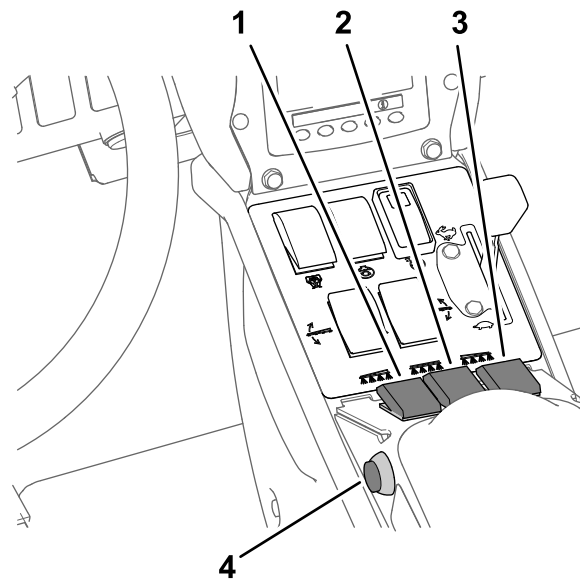

Figure 41
- Placez le(s) interrupteur(s) de section en position ACTIVÉE (**Figure 41**).
- Conduisez à la vitesse voulue, puis réglez la commande générale des sections en position MARCHÉ pour commencer la pulvérisation (**Figure 41**).
- Placez la commande générale des sections en position ARRÊT; voir Figure 41 sous Pulvérisation en mode débit d'application (page 38).
- Placez les interrupteurs des sections individuelles en position ACTIVÉE; voir Figure 41 sous Pulvérisation en mode débit d'application (page 38).
- Conduisez à la vitesse voulue puis réglez la commande générale en position MARCHÉ pour commencer la pulvérisation; voir Figure 41 sous Pulvérisation en mode débit d'application (page 38).